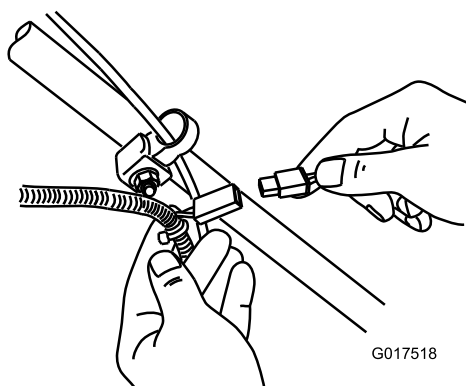

Figura 35
1. Ligue o carregador à cablagem sob a chave da ignição (Figura 35).